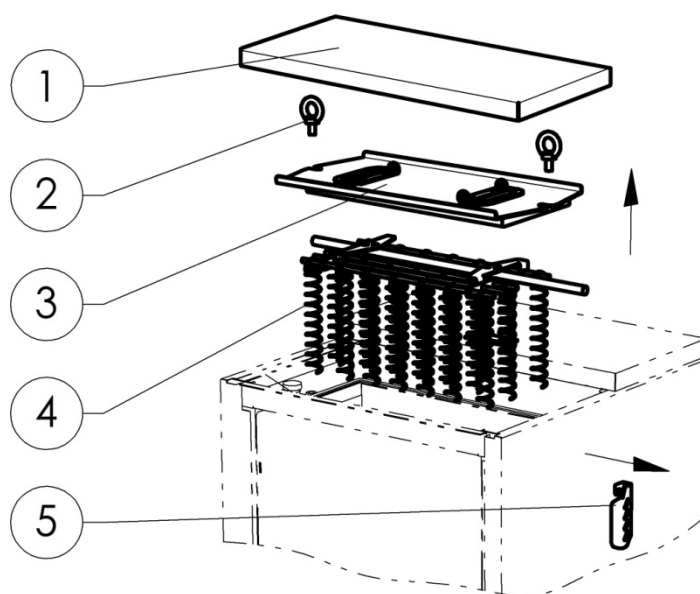

Fig. 6. Schema de demontare a sistemului de curățare a gazelor de ardere ale cazanului
Curățarea canalelor de gaze de convecție trebuie efectuată la intervale de 3-7 zile. În acest scop, construcția cazanului este prevăzută cu un sistem de curățare manuală, pe bază de arcuri. Acesta se acționează cu ajutorul mânerului de pe peretele lateral al carcasei (poz. 9, Fig. 1). După finalizarea sezonului de încălzire, este necesară extragerea componentelor sistemului din cazan (vezi Fig. 6). Inițial, se îndepărtează capacul (1), se deșurubează șuruburile cu inel (2) și se demontează capacul-reflector al schimbătorului de căldură (3). Ulterior, se demontează mânerul lateral (4) și se îndepărtează tijele și arcurile sistemului de curățare.